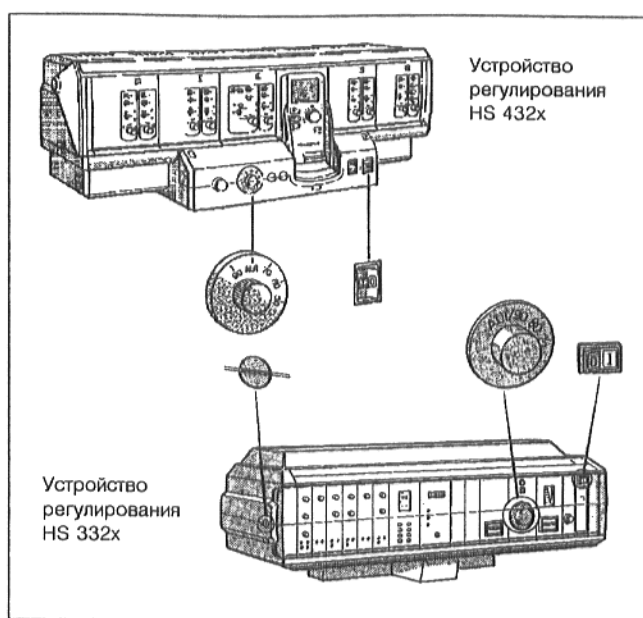

Рис. 4: Ввод в эксплуатацию газовой горелки
- При устройстве регулирования HS 332x: перевести шлиц винта прозрачной крышки обоих устройств регулирования (Рис. 4) в горизонтальное положение, например, с помощью монеты. Снять прозрачную крышку, подав ее вперед.
- Установить переключатель "Работа" (Рис. 4) обоих устройств регулирования в положение I (ВКЛ).
Установить регулятор температуры воды подающей линии котла (Рис. 4) устройств регулирования на AUT или на 80 °С.
Установить регулятор температуры воды подающей линии (Рис. 4) одного блока котла на желаемую температуру (мин. 50 °С). В результате режим блока котла 1 (ведущий котел) определен.
Установить регулятор температуры воды подающей линии (Рис. 4) другого блока котла (блок котла 2) примерно на 5 К ниже значения блока котла 1.
- Установить переключатель "Работа" обоих устройств регулирования (Рис. 4) в положение 0 (ВЫКЛ).
Если котел подключен к подходящему устройству отходящего газа (спросить на специализированной фирме!), в летнем режиме работы возможна эксплуатация котла также только с одним блоком котла: установить переключатель "Работа" (Рис. 4) на блоке котла 2 в положение 0 (ВЫКЛ).